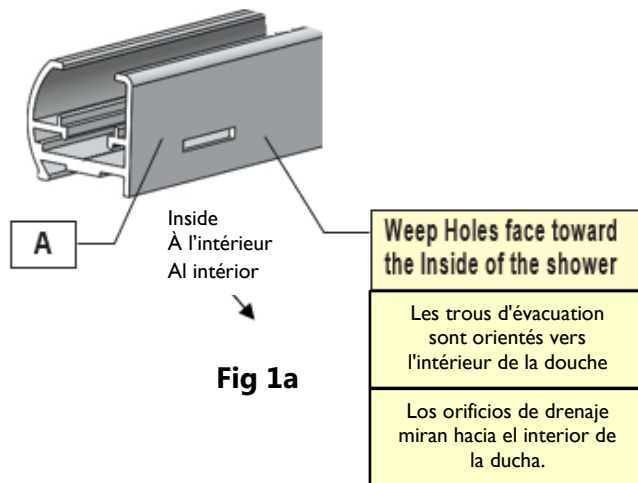

Fig 1a
1. Position the pre-cut **Sill (A)** onto the threshold per the diagram and dimensions shown below. (**Fig 1a/1b**)
1. Positionnez le seuil prédécoupé (A) sur le seuil selon le schéma et les dimensions indiqués ci-dessous. (Fig. 1a/1b)